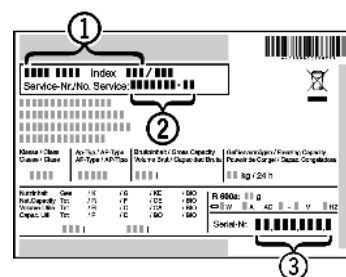

Fig. 46
- ▶ Označení přístroje *Fig. 46 (1)*, servisní číslo *Fig. 46 (2)* a sériové číslo *Fig. 46 (3)* naleznete na typovém štítku. Identifikační typový štítek je umístěn na levé vnitřní stěně přístroje.